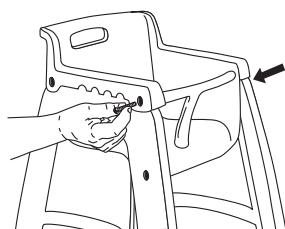

Figure 6
6. Insérez les vis de 1 3/8 po à travers le cadre et le siège. Serrez à l'aide du tournevis. (Voir Figure 6)